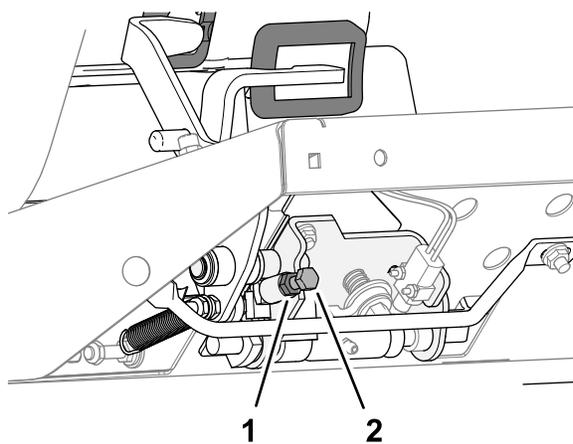

Рисунок 82
- Для уменьшения скорости скашивания поверните упорный винт ограничения скорости (Рисунок 82) по часовой стрелке.